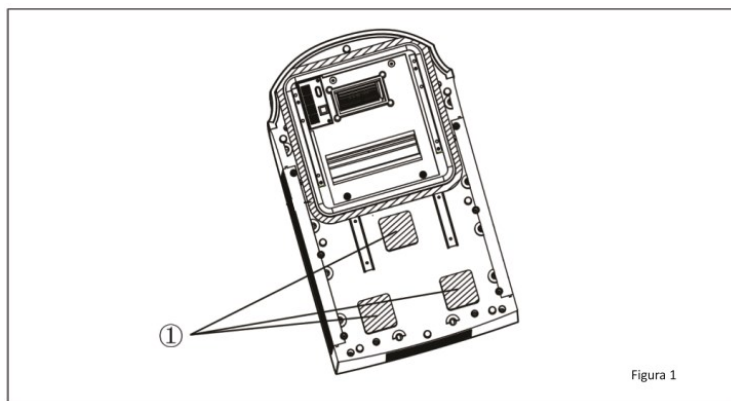

Figura 1
1. Prima di incollare la striscia sigillante e i pezzi di spugna sul lato inferiore dell'unità esterna, pulisci le aree di incollaggio che sono mostrate nella figura 1.
2. Estrai la striscia sigillante e i pezzi di spugna dalla confezione, sfilala dalla carta sulla superficie della colla e allineala nelle posizioni di incollaggio, come mostrato nella figura 1. Se la striscia sigillante è danneggiata o non assicurata nella posizione corretta, è necessario sostituirla con una nuova, e incollarla nella maniera corretta.